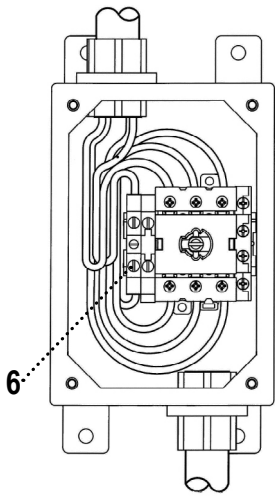

Fig. M-4
- Antes de taladrar los orificios para los conductos, retirar el interruptor tirando de la pestaña de desenganche (Ver Fig. M-5). Retirar también los cables de interconexión de tierra y neutro aflojando suficientemente los tornillos centrales. (Ver Fig. M-4 y M-5).
- Para la alimentación por detrás o por entradas dobles de conductos, ver la sección B y Fig. M-4 y M-5 para las instrucciones.
- Si se requiere, usar **UNICAMENTE** un respiradero de drenaje homologado/certificado para aplicaciones Tipo 4X y Tipo 12 tales como HLS Tipo Be.20.S.N.T. Perforar o taladrar un orificio de 20,2 mm de diámetro en el punto señalado para taladrar a través de la pared inferior de la caja (Ver Fig. M-4).